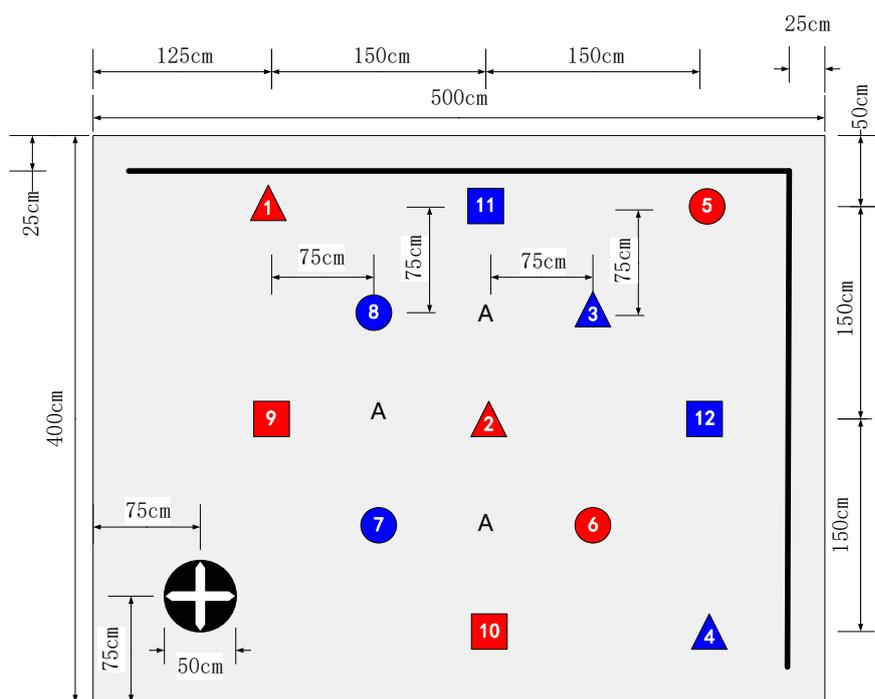
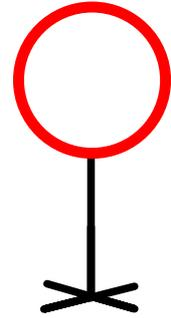

图 1 送货无人机作业区示意图
图3 圆框示意图
设计一基于多旋翼飞行器的送货无人机，能够根据不同的要求，向指定的目标地点运送货物。图 1 为作业区域示意图，有起飞降落点和多个具有不同特征的目标地点。
(1) 参赛队在赛区提供的场地测试，不得擅自改变测试环境条件。
(2) 送货作业区域铺设亚光喷绘布为淡灰色(R-240、G-240、B-240)，目标地点的形状有三种(圆、正方形、三角形，最大边长或直径为 25cm)，颜色有红、蓝两种(红 R-255、G-0、B-0，蓝 R-0、G-0、B-255)；作业区上、右两侧有 1.8cm 宽黑色标志线；应考虑到材料及颜料导致颜色存在差异的可能性。
(3) 测评将现场准备图 1 所示 6 种送货目标的特征样板，如“红色三角形”、“蓝色正方形”等，以备给无人机识别。
- (4) 送货目标中的数字并非给无人机识别用，仅为了描述、记录方便，颜色与目标底色相近。
- (5) 作业区域中标志“A”所在附近区域可放置供无人机穿越的圆框，见图3，圆框可采用外径约110cm的红色呼啦圈，呼啦圈固定在地面支架上，圆心高度约150cm，支架为黑色。
- (6) 400cm×500cm作业区四周及顶部设置安全网，安全网支架在安全网外。
- (7) 测试现场避免阳光直射，但不排除顶部照明灯及窗外环境光照射，参赛队应考虑到测试现场会受到外界光照或室内照明不均等影响因素；测试时不得提出光照条件要求。